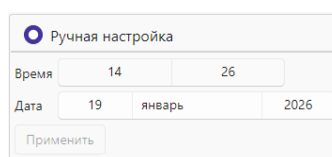

Рисунок 9.5.2 – Настройка времени ручная
**ручная настройка с использованием полей для ручного ввода** – выберете маркер **Ручная настройка**, задайте требуемые дату и время, нажмите **Применить** (см. рисунок 9.5.2).